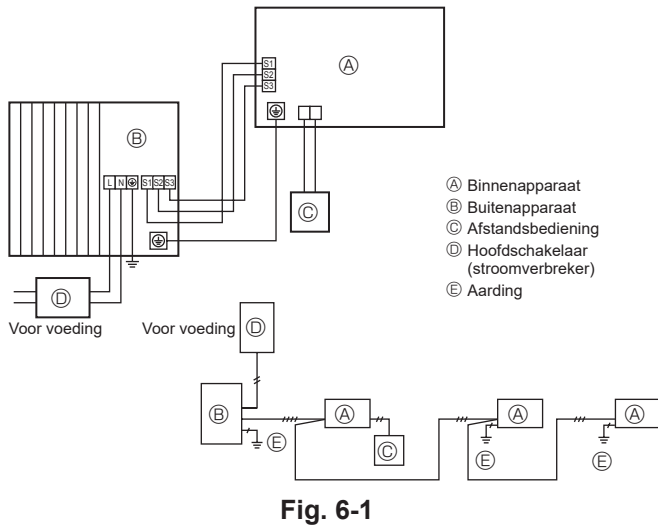
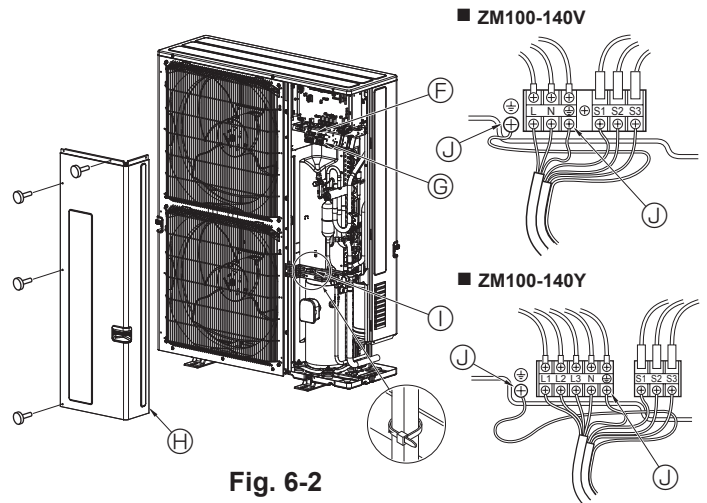

Fig. 6-1
Fig. 6-2
### 6.1. Buitenapparaat (Fig. 6-1, Fig. 6-2)
- ① Verwijder het onderhoudspaneel.
- ② Sluit de kabels aan aan de hand van Fig. 6-1 en 6-2.